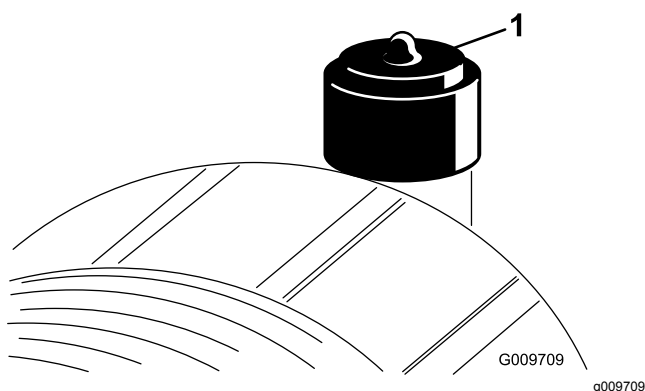

Figure 49
Faites l'entretien du filtre à air uniquement quand l'indicateur de colmatage (Figure 49) indique que cela est nécessaire. Ne remplacez pas le filtre à air plus fréquemment que nécessaire ; cela ne fait qu'accroître le risque de contamination du moteur par des impuretés quand le filtre est déposé.
10. Réarmez l'indicateur de colmatage (Figure 49) s'il est rouge.